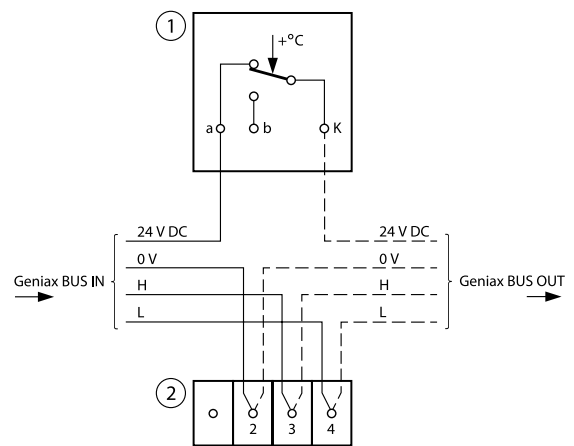

Fig. 14-12: Anschluss Maximalthermostat
- Spannungsversorgung 24 V DC des Buskabels (rote Ader) über den bauseitigen Maximalthermostaten (1) führen gem. Tab. 14-10 und Fig. 14-12.
- Die übrigen Adern des Buskabels über die Hilfsklemmen (2) wieder miteinander verbinden gem. Tab. 14-10 und Fig. 14-12.